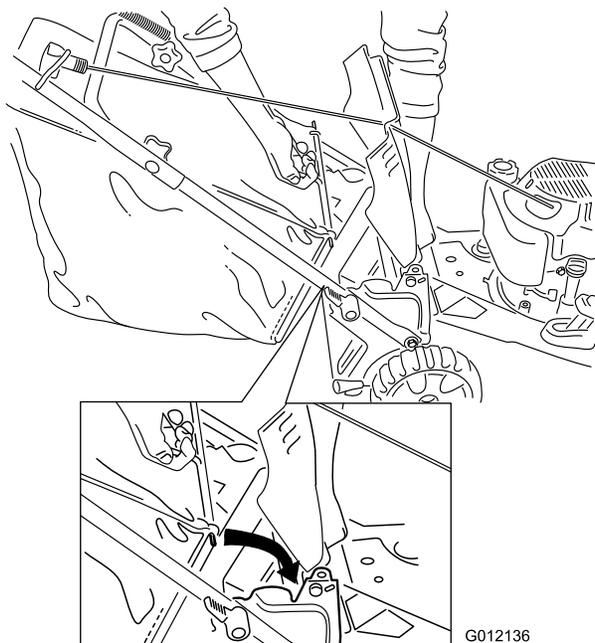

Figura 16
2. Levante y sujete la tapa trasera, instale la bolsa en las muescas y baje la tapa trasera (Figura 16).